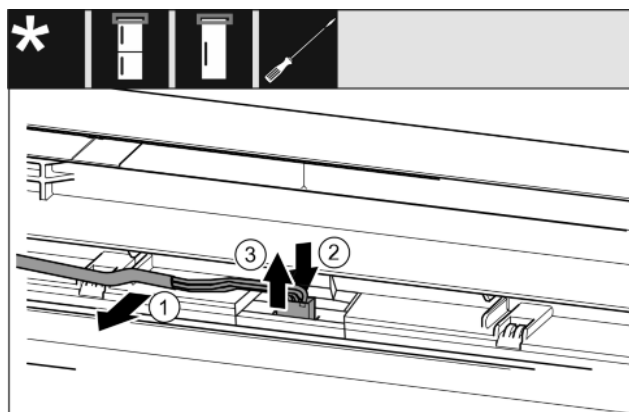

Fig. 16
- ▶ Ostrożnie wyjąć szary kabel z prowadnicy w drzwiach. Fig. 16 (1)
- ▶ Nakładkę pod wtyczką wcisnąć do tyłu. Fig. 16 (2)
- ▶ Wyciągnąć wtyczkę ostrożnie do góry. Fig. 16 (3)